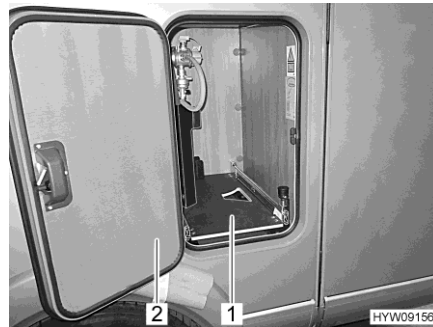

Fig. 83 Extension du compartiment à gaz
- Ouvrir le portillon (Fig. 83,2) du compartiment à gaz.
- Faire sortir l'extension du compartiment à gaz (Fig. 83,1) jusqu'à ce que le bouton s'enclenche. L'extension du compartiment à gaz est maintenant arrêtée dans cette position.